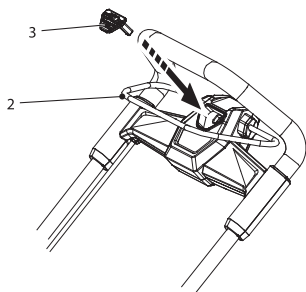

рис. 3.
Используется для включения и выключения двигателя. Выполняет останов и запуск двигателя. У ключа зажигания два положения (рис. 3):
1. Вставьте ключ 3 (рис. 3).